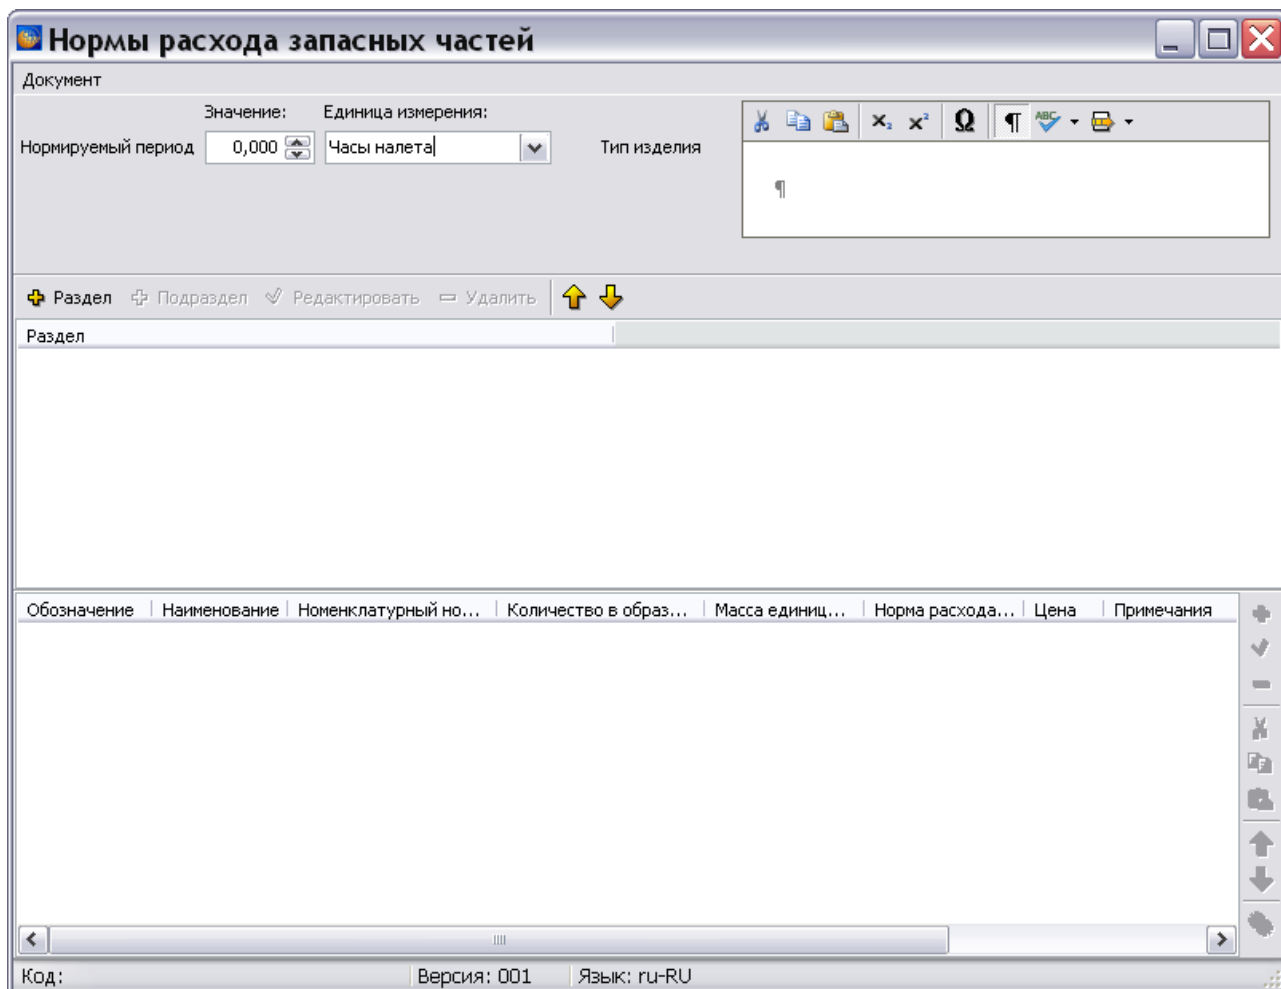

Рис. 10.1
5. Выделите созданную версию модуля данных и нажмите на кнопку . При этом откроется окно редактора норм расхода запасных частей. (Рис. 10.1).